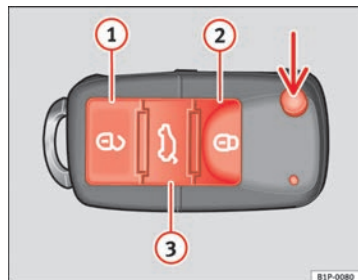

Fig. 62 Teclas de la llave con mando a distancia
Con la tecla $\Rightarrow$ fig. 62 (flecha) del mando, se desbloquea el paletón de la llave.
Desbloqueo del vehículo $\Rightarrow$ fig. 62 ①.
Bloqueo del vehículo $\Rightarrow$ fig. 62 ②.
Desbloqueo del portón trasero. Pulse la tecla $\Rightarrow$ fig. 62 ③ hasta que todos los intermitentes del vehículo parpadeen brevemente. Al pulsar la tecla de desbloqueo $\Rightarrow$ ③, dispone de 2 minutos para abrir el portón. Una vez transcurrido este tiempo se bloqueará de nuevo.
Además, el testigo de la pila de la llave $\Rightarrow$ fig. 62, parpadea.
Pulsando una vez la tecla $\Rightarrow$ fig. 62 ①, se abrirá sólo la puerta del conductor, permaneciendo el resto cerradas.
Pulsando dos veces la tecla  ⇒ **página 108, fig. 62** , se desbloquearán todas las puertas.
- Pulse la tecla  ⇒ **página 108, fig. 62** del mando a distancia.